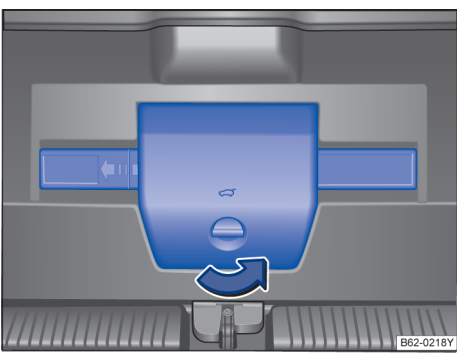

图 39 在行李厢盖中：三角警告牌的固定装置
- 从三角警告牌的固定装置按图示箭头方向旋转，直至取出三角警告牌→图 39。